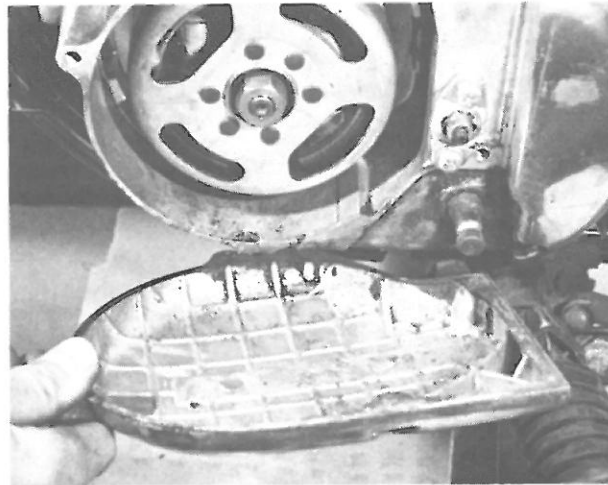

Bild 165
- Zugang zum Schwungrad-Magnetzündler haben Sie nach Abnehmen des Vorderteils des linken Kurbelgehäusedeckels, der mit vier Kreuzschlitzschrauben befestigt ist (Bild 165). Mit dem Deckel zusammen wird auch die Dichtung abgenommen. Zündkerze aus dem Zylinderkopf entfernen. Die Unterbrecherkontakte sind wie die Spulen im Schwungrad untergebracht, das jedoch zur Zündkontakteinstellung an Ort und Stelle bleiben muss, da der Nocken untrennbarer Teil des Schwungrades ist – und ohne ihn öffnen sich die Kontakte nicht.